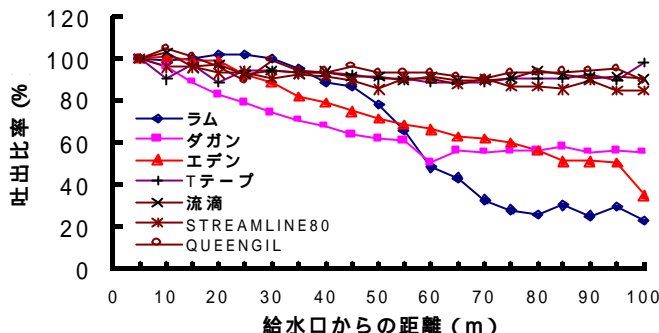

図1 100m、0.15MPaでの距離と吐出比率 (平成13年)
- 100mのかん水距離において、軟質タイプの点滴チューブは高いかん水精度を示す。硬質タイプは適正使用圧力の範囲内においても末端側の吐出量が減少し、特に0.15 MPaの低圧力条件下で顕著である(図1)。